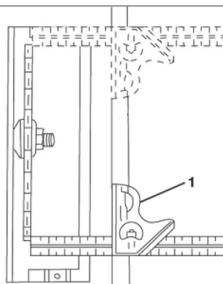

Fig. 6 – Verifique el escuadro de la guía con relación a la base de la máquina
3. Coloque la escuadra (1) y verifique si la guía paralela está a  $90^{\circ}$  con la escala de la misma, conforme fig. 6;